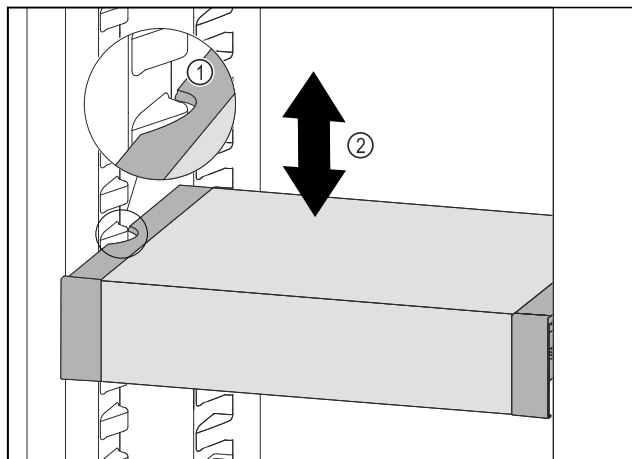

Fig. 200
- Потягнути VarioSafe вперед, поки бокові заглиблення VarioSafe не опиняться на рівні ребра для резервуара в охолоджувальному відділенні. Fig. 200 (1)
- Пересувайте VarioSafe вгору або вниз в охолоджувальному відділенні до тих пір, поки не досягнете бажаної висоти. Fig. 200 (2)